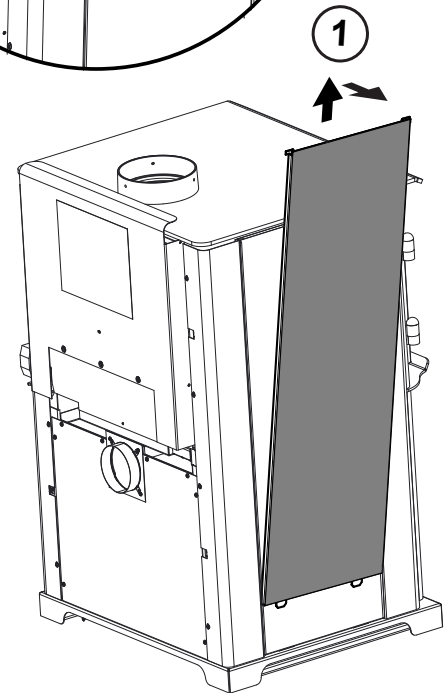

Figure 16.5
1. Retirez le panneau complet du côté en le soulevant et en le retirant de l'appareil (utilisez un outil plat afin de forcer le bas au besoin). Figure 16.5
1. Retirez le cadre des tuiles du côté de l'appareil en le soulevant et le retirant de l'appareil. La figure 16.5 présente le retrait du panneau latéral complet.